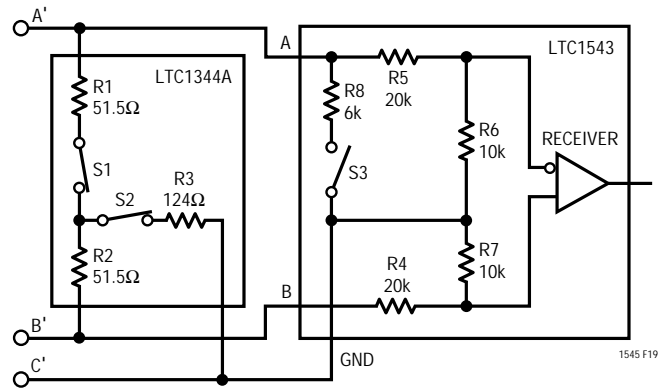

図19. V.35レシーバ構成
V.35モードでは図19に示すとおり、LTC1344A内のスイッチS1とS2がオンになり、Tネットワーク・インピーダンス接続となります。LTC1543内の2つのスイッチはオフです。レシーバの30k入力インピーダンスがTネットワーク終端と並列に配置されますが、総合入力インピーダンスに大きく影響することはありません。